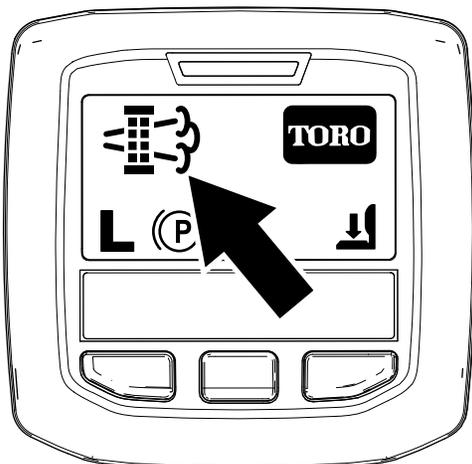

Figura 51
- Cuando la computadora del motor solicita una regeneración estacionaria o de recuperación, aparece el icono de solicitud de regeneración (Figura 51) en el InfoCenter.